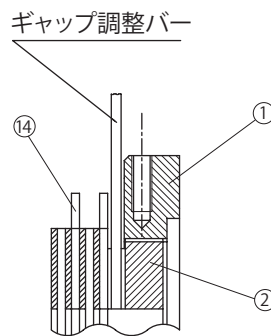

図 8-20
フィールド④側から見て左に回すとギャップが狭くなります。(図 8-20 参照)
- (4) アウターディスク⑭とセンターリング①の間には、取付ボルト③と固定ボルト①が交互に 6本ずつ通っているため、ギャップ調整バーを回していくとそれらのボルトに当たります。ギャップ調整ネジ②には 8等配の溝があり、ギャップ調整バーがボルトに当たるごとに(3)を繰り返して、ギャップ G を規定値に調整します。
- (5) ストッパー⑬を、規定ギャップに最も近い溝とネジ穴の点を選び取り付けてください。
- (6) ブレーキの手動解放を元の状態に復帰させた後、電源を入・切してブレーキ動作を確認してください。
- (7) ファン⑦、カバー⑧を取り付けます。この時ファンセットボルト⑩には、スリーボンド TB2365 を塗布してください。